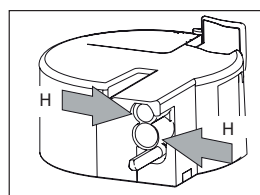
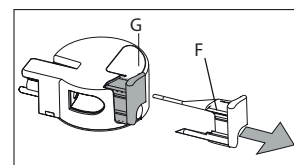

Abb. 46
Abb. 47
- ▶ Spülen Sie alle Bauteile gründlich in heißem Wasser mit mildem Spülmittel. Achten Sie darauf, dass in den Öffnungen (Abb. 46) und der Kerbe (G) am kleineren Ende des Schiebers für die Milchschaumqualität (F) keine Milchrückstände zurückbleiben (Abb. 47).